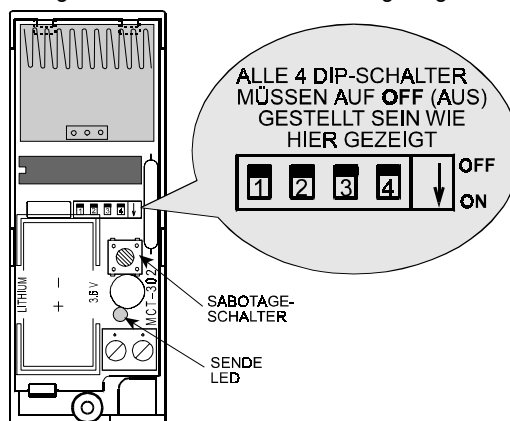

Abb. 6. DIP-Schalter- richtige Position
C. Überprüfen Sie, dass alle DIP- Schalter in die OFF (Aus-) Position gestellt sind wie in Abb. 6 unten gezeigt.